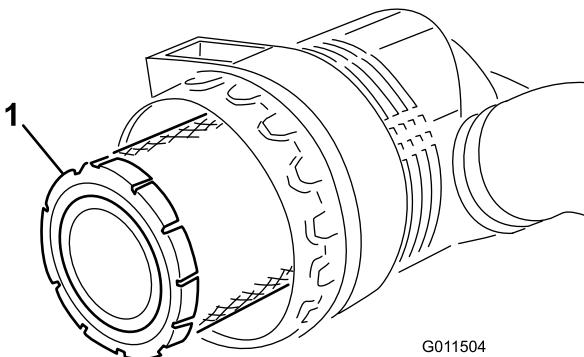
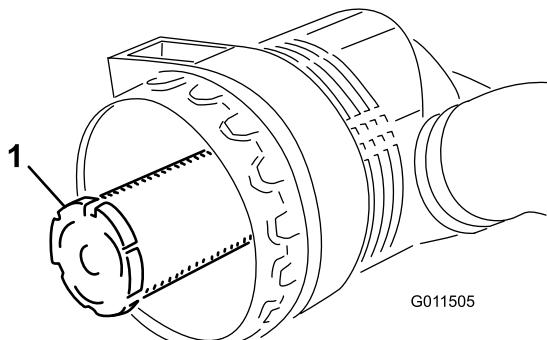

Figura 47
Figura 48
- Retire el filtro primario (Figura 47). No se recomienda limpiar el elemento usado debido a la posibilidad de causar daños al medio filtrante. Asegúrese de que el filtro nuevo no ha sido dañado durante el transporte, comprobando el extremo sellante del filtro y la carcasa. No utilice el elemento si está dañado. **No** retire el filtro de seguridad (Figura 48).
Importante: No intente nunca limpiar el filtro de seguridad (Figura 48). Sustituya el filtro de seguridad por uno nuevo después de cada tres lavados del filtro primario.
4. Cambie el filtro primario (Figura 47).